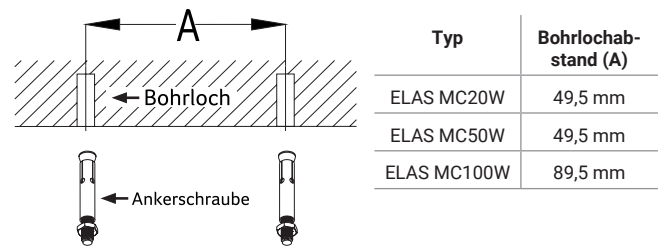

Abb. 4: Bohrlochabstände
2. Für die Wandmontage Löcher mit Abstand „A“ (Abb. 4) vorbohren.